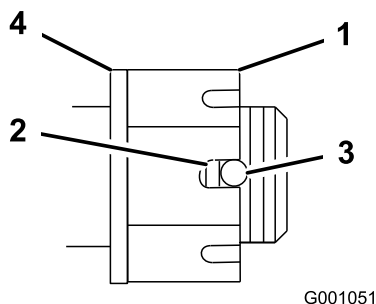

Figura 41
4. Apriete la tuerca almenada a 170 Nm (125 pies-libra)(Figura 41).
5. Compruebe la distancia desde el fondo de la ranura de la tuerca hasta el borde interior del taladro. Debe haber dos hilos o menos de la rosca visibles (Figura 41).
7. Apriete la tuerca almenada a 170 Nm (125 pies-libra) (170 N-m) (Figura 41).
8. Apriete la tuerca hasta que el siguiente conjunto de ranuras esté alineado con el taladro del eje (Figura 41).